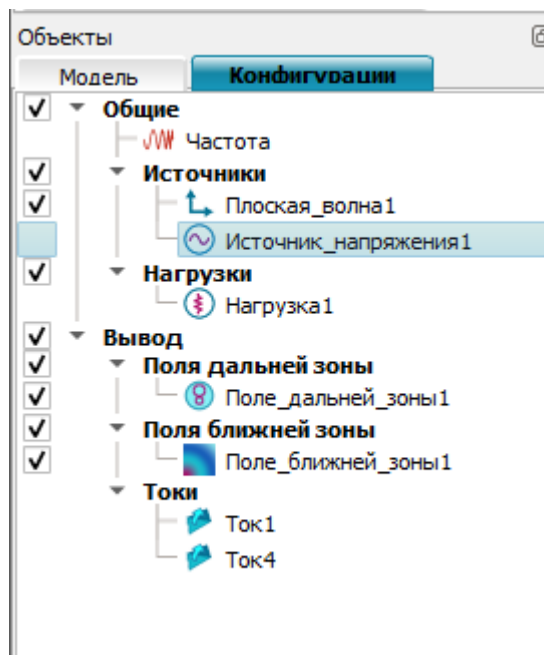

Рис. 78
12.1.1. Такие объекты, как частота, плоская волна и источники напряжения являются объектами расчетной модели и используются для проведения расчета токов и полей дальней и ближней зоны. Все перечисленные объекты отображаются на вкладке «Конфигурация» дерева объектов (рис. 78). В дальнейшем эти объекты будем называть объектами конфигурации, а их совокупность – конфигурацией.